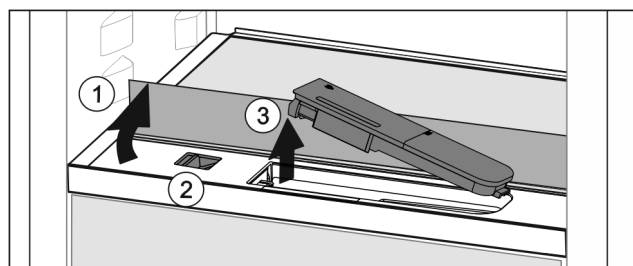

Fig. 145
- ▶ Nadvihnite sklenú dosku a až na doraz ju sklopte dozadu Fig. 145 (1).
- ▶ Potlačte posúvač Fig. 145 (2) doľava.
- ▶ Vyberte nádržku na vodu Fig. 145 (3).